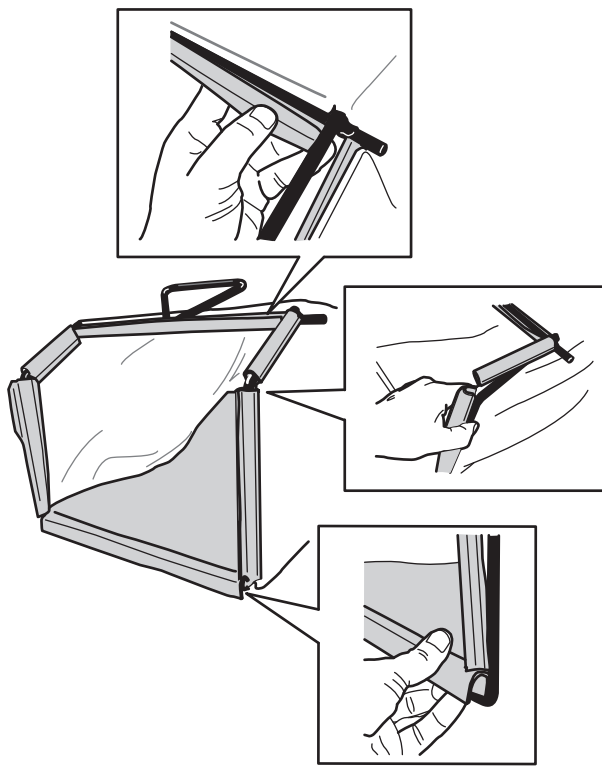

**Bild 6**
1. Schieben Sie den Fangkorb auf den Rahmen, wie in **Bild 6** abgebildet.
**Hinweis:** Schieben Sie den Grasfangkorb nicht über den Holm (**Bild 6**).